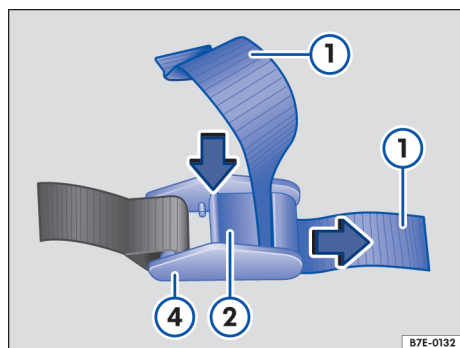

Fig. 139 Soltar la cinta con hebilla.
2. Presione la palanca → fig. 139 (2) y extraiga la cinta (1) de la hebilla (4).
3. Introduzca la cinta → fig. 139 (1) de atrás hacia delante entre la palanca (2) y el puente (3).
4. Apriete la cinta → fig. 139 (1) y suelte la palanca (2).